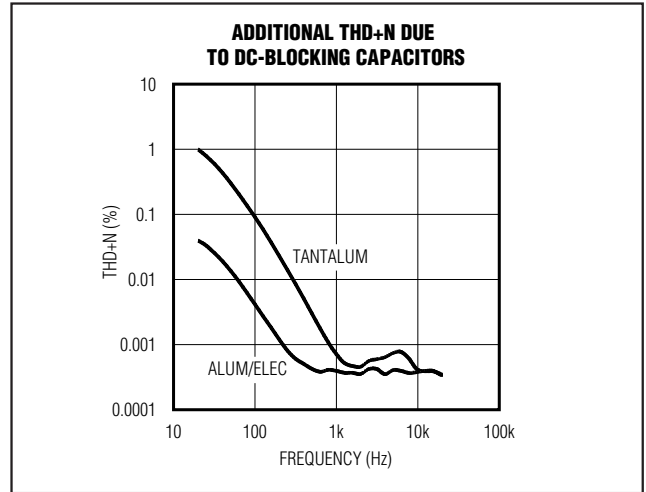

图 3. 隔直电容引起的失真
- 2) 当电容两端电压变化时，容值随之变化，隔直电容的电压系数会导致音频再生信号失真。在-3dB频率点以下的低频范围内，容抗起主要作用，电压系数表现为失真随频率变化。图3给出了两种不同介质电容引入的THD+N。注意，在100Hz以下，THD+N增加很快。